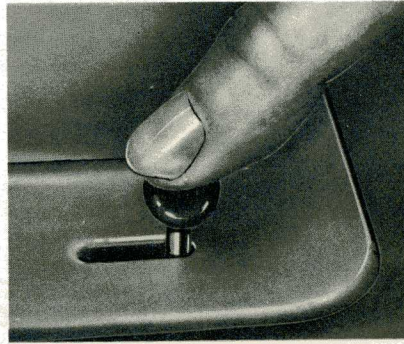

FIG. 6
- 1/D-3 Pour l'arrêt instantané déplacer le bouton noir à droite en **appuyant dessus** (fig. 6).